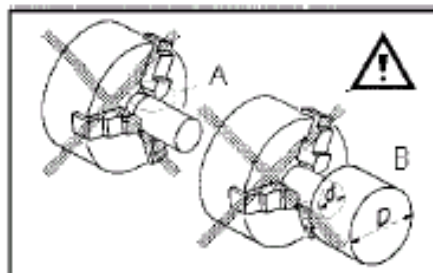

Рис. 13
Избегайте коротких длин зажима (A, Рис.13) или зажимов заготовок за малый диаметр (B).